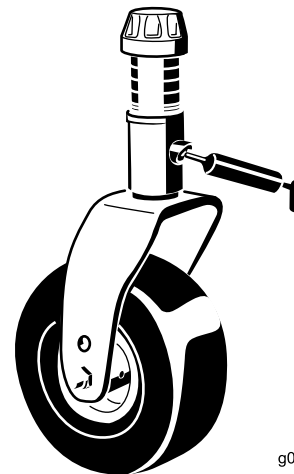

**Figura 42**
- 2 giunti a sfera del cilindro di sterzata (Figura 42)
- 2 giunti a sfera del tirante (Figura 42)
- 2 boccole del perno del fuso a snodo (Figura 42).